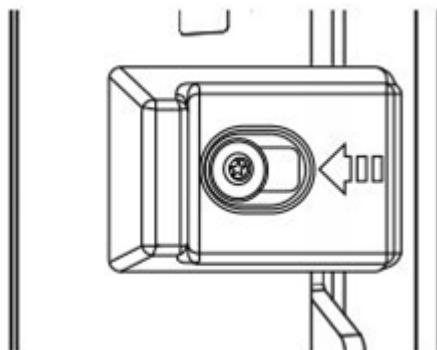
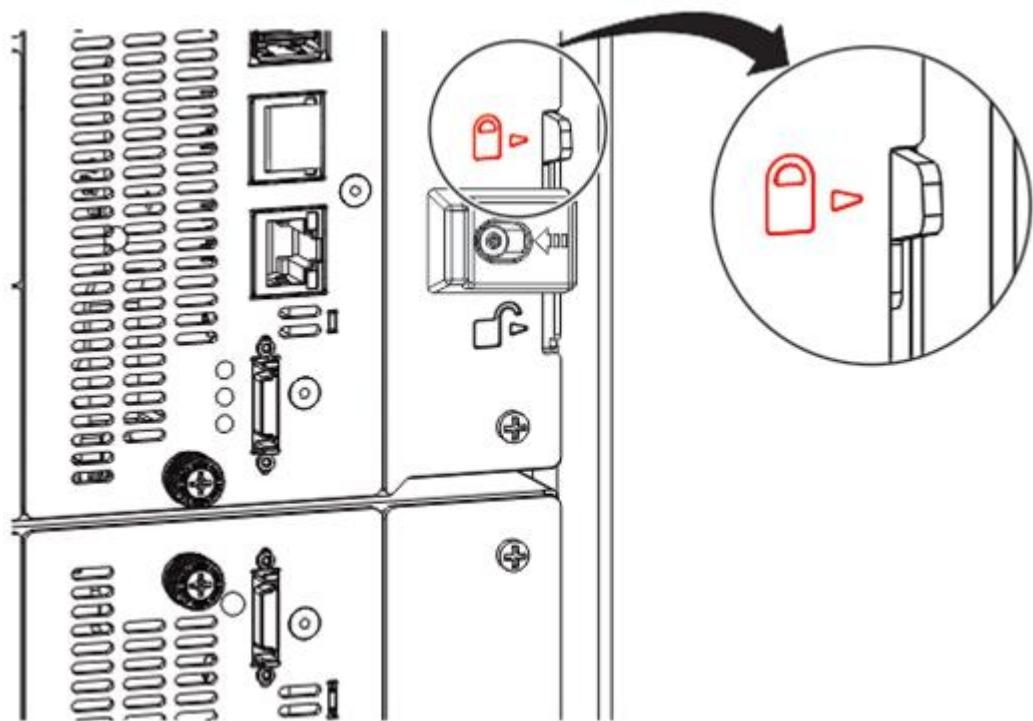
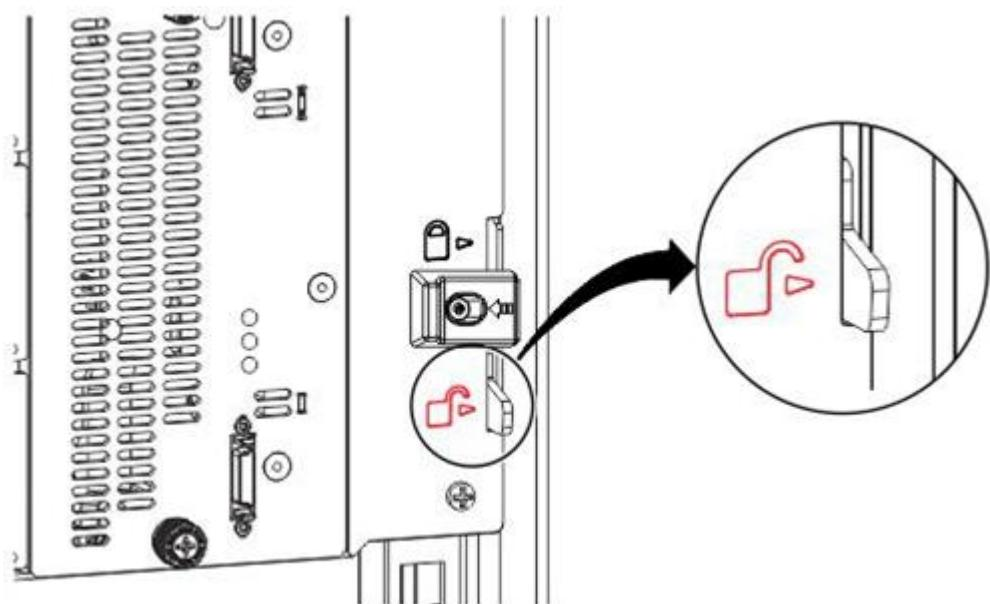

図 1-36 位置合わせレバーロック
図 1-37 下部モジュールに対してロック状態または使用状態にある位置合わせレバー
図 1-38 アンロック状態または解放状態にある位置合わせレバー
2. ライブラリの背面側に立ち、最下部のモジュールからすぐ上のモジュールをペアにして順に位置合わせを行います。位置合わせは図 1-36 の位置合わせレバーロックを左にスライドさせてから位置合わせレバーを操作して位置合わせ機構のピン（注参照）を上下に動かします（レバーロックはスプリングを内蔵しているため、レバーを動かしている間はレバーロックをスライドさせたままにしておきます。レバーの上下位置は図 1-37、図 1-38 を参照してください）。レバーの操作に抵抗がある場合は上部モジュールの位置を、位置合わせ機構のピンが下部モジュールの合わせ穴に入るよう調整します。下から順にモジュールの各ペアに対して位置合わせを繰り返します。